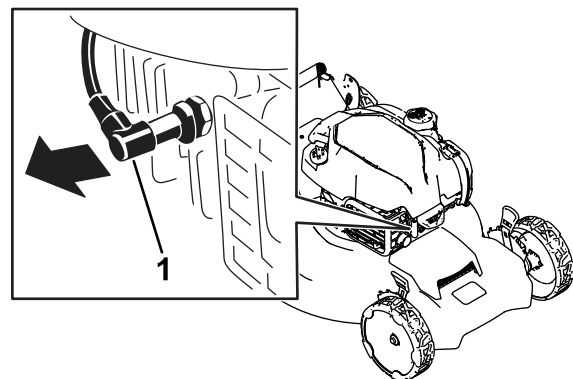

Figura 21
2. Deconectați cablul de la bujie (Figura 21).